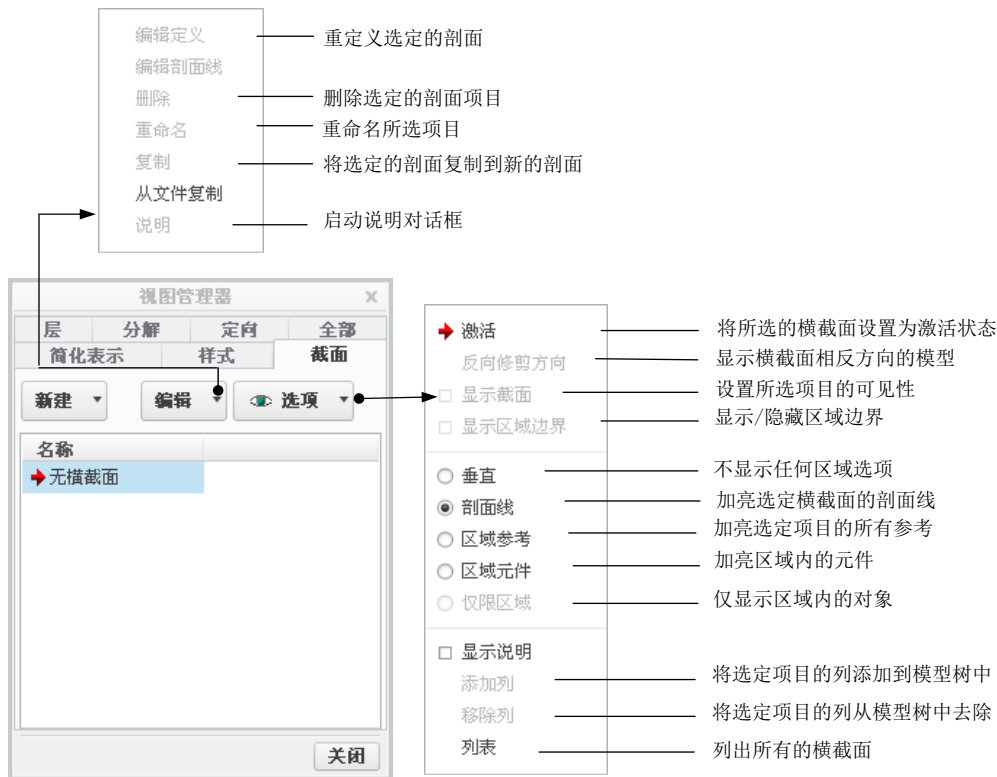
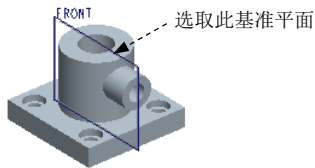
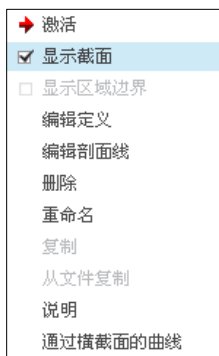
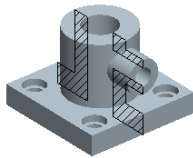

图 3.2.9 设置剖面
图 3.2.11 选取剖切平面
图 3.2.12 快捷菜单
图 3.2.13 新建横截面
在 Creo 3.0 零件或装配模块环境中, 在 **视图** 功能选项卡区域中单击 按钮, 在弹出的“视图管理器”对话框中单击 **横截面** 选项卡, 即可进入横截面操作界面, 操作界面中各命令的说明如图 3.2.9 所示。
Step3. 单击 **截面** 选项卡, 在图 3.2.9 所示的剖面操作界面中单击 **新建** 按钮, 选择“平面”选项 **平面**, 输入名称 A, 并按回车键。
- (1) 单击“截面”操控板的“参考”按钮 。
- (2) 在图 3.2.11 所示的模型中选取 FRONT 基准平面为截面参考。
- (3) 在操控板中单击按钮 , 完成操作。
- (4) 此时系统返回到图 3.2.9 所示的截面操作界面, 右击横截面名称 , 在弹出的图 3.2.12 所示的快捷菜单中选中  显示截面 命令; 此时模型上即显示图 3.2.13 所示的新建横截面。
(2) 在“编辑剖面线”对话框中选中 ☒ 使用零件的剖面线 单选项。
(3) 在对话框中的 **比例** 文本框中输入值 1, 单击“使图案的大小减半”按钮 (或“使图案的大小增加一倍”按钮)，来调节零件模型中剖面线的间距，直到合适，最后单击 **应用** 按钮并关闭对话框。
Step7. 此时系统返回到图 3.2.9 所示的截面操作界面，单击 **关闭** 按钮，完成“平面”横截面的创建。
Step3. 单击 **截面** 选项卡，在图 3.2.9 所示的剖面操作界面中单击 **新建** 按钮，选择“偏移”选项 **偏移**，输入名称 B，并按回车键。